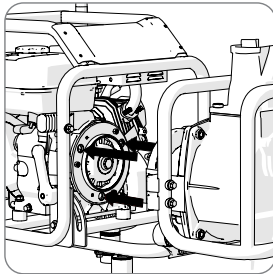
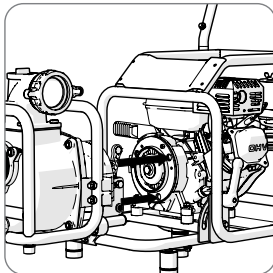
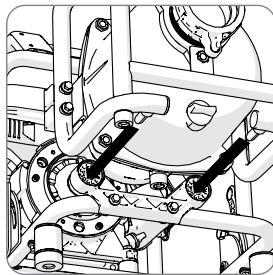

Fig 1a (vista SX dei 3 perni di centraggio)
Fig 1b (vista DX dei 3 perni di centraggio)
Fig 1c (che mostra 2 perni stabilizzatori posteriori)
- Tenere l'accessorio per il suo telaio esterno e installarlo sul motore. Allineare visivamente i 3 perni di centraggio (**Fig.1a** e **Fig.1b**) e i 2 perni stabilizzanti posteriori (**Fig.1c**). Se necessario, richiedere l'aiuto di una persona competente.